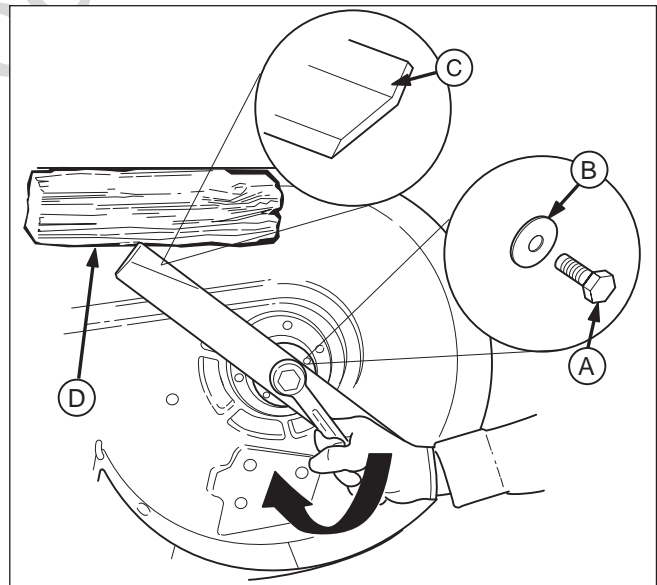

Figura 17. Apriete de las cuchillas del cortacésped para la instalación
1. Vuelva a instalar cada cuchilla del cortador con los elevadores por aire apuntando hacia arriba hacia la plataforma del cortador como se muestra en la Figura 17. Posicione un bloque de madera entre las cuchillas del cortador y el alojamiento de la plataforma del cortador para evitar que giren las cuchillas del cortador y fíjelas con el perno de montaje de las cuchillas del cortador y una arandela plana (A y B, Figura 17) y aplique un par motor de 120 pies lb (163 Nm).